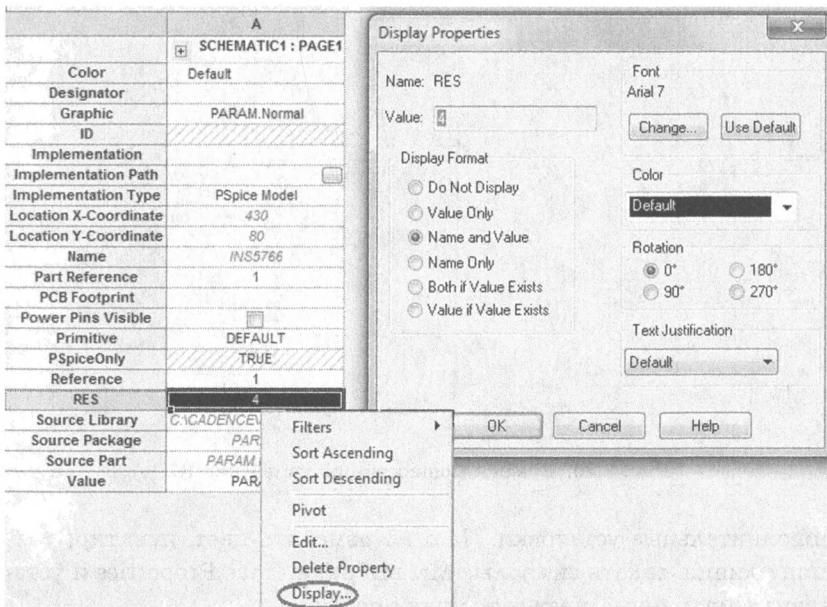

Рис. 2.18. Проверка установок
5. Выделяем строку RES, правой кнопкой мыши открываем меню и выбираем Display. Проверяем правильность установок (рис. 2.18). Нажимаем «OK».